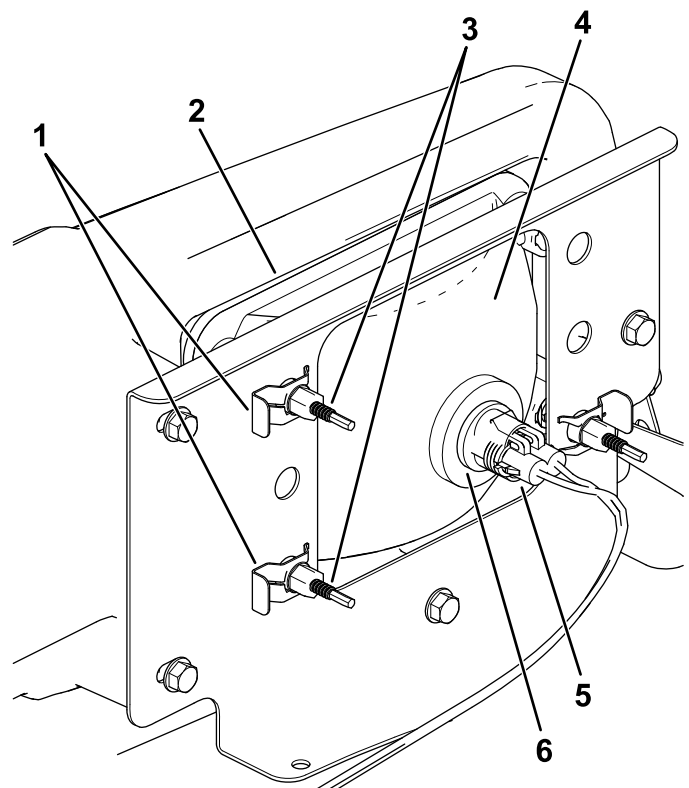

Figura 41
3. Desconecte el conector eléctrico del arnés de cables del conector del conjunto de la lámpara (Figura 41).
4. Retire los conectores rápidos que sujetan el faro al soporte del faro (Figura 41).
5. Retire el faro desplazándolo hacia adelante y pasándolo por el hueco del parachoques delantero (Figura 41).
6. Introduzca el faro nuevo a través del hueco del parachoques (Figura 41).
7. Sujete el conjunto del faro con los conectores rápidos que se retiraron en el paso (4).
8. Conecte el conector eléctrico del arnés de cables al conector del conjunto de la lámpara (Figura 41).
5. En la parte trasera del faro, gire los tornillos de ajuste (Figura 41) para pivotar el conjunto y ajustar de la posición del haz de luz.